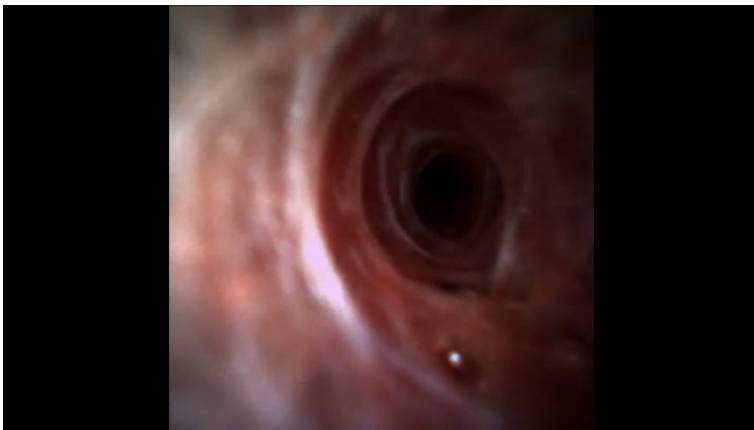

Figuur 4 - Achterkant van de controller
1. Installeer de controller in de endoscopische ruimte op maximaal 1 m van de patiënt en in de buurt van de endoscopische kolom (zie Figuur 6) ervoor te zorgen dat de stroomschakelaar en de voedingskabel (zie nr. 6 en nr. 7 in Figuur 4) altijd bereikbaar zijn om de controller los te koppelen.
3. Sluit de verschillende kabels aan op de controller (zie Figuur 4 voor de locatie van de verschillende poorten):